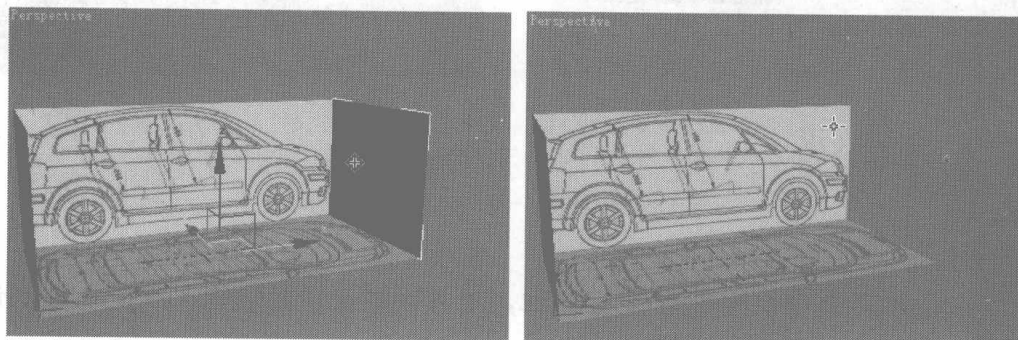
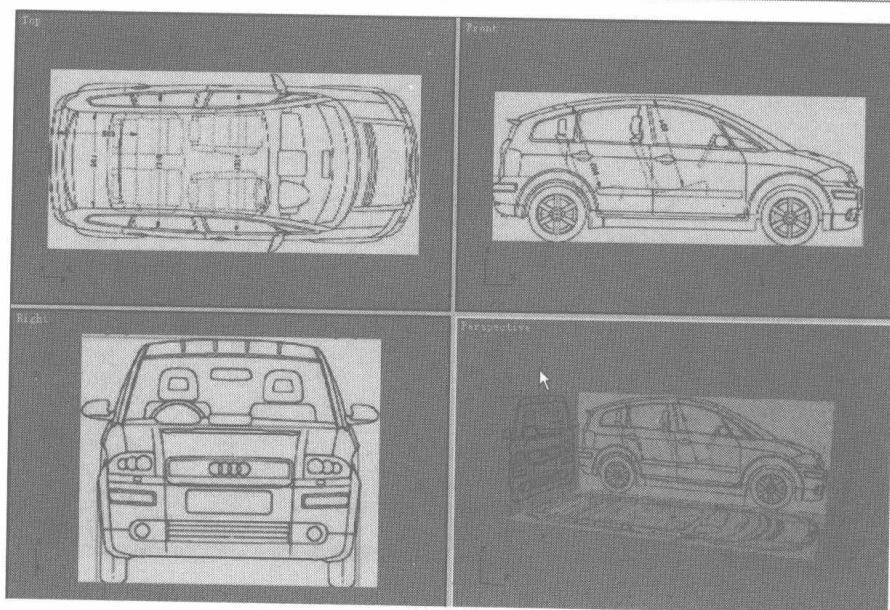

图 7.15
图 7.16
- 09** 在 Left 左视图中，面片挡住了我们的视线，选择该面，单击右键，在弹出的快捷菜单中选择 **Hide Selection** 命令，将该面隐藏，如图 7.15 所示。在 Left 视图的左上角单击右键，在弹出的菜单中选择 **Views** 选项中的 **Right** 选项，显示 Right 右视图，如图 7.16 所示。